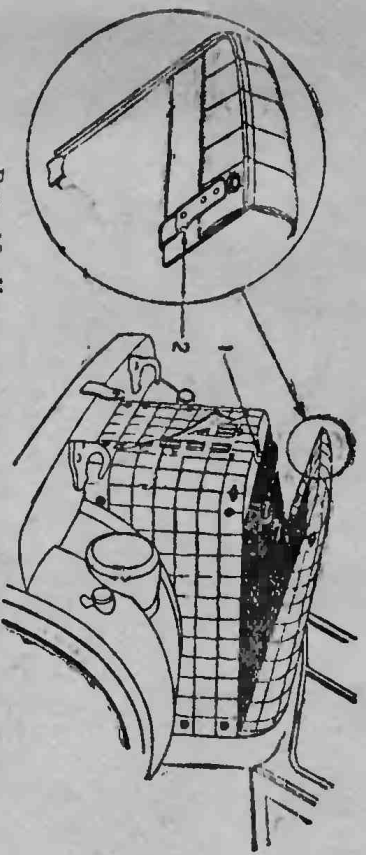

Рис. 10. Крепление теплого чехла капота. 1—штырь чехота, 2—скоба крепления верхней части чехла.
**Теплый чехол** укрепляется на капоте, как показано на рис. 10. Теплый капот следует одевать осенью, при похолодании, а снимать только весной. Верхнюю часть чехла следует крепить шпопалом или на болтыках к отбуксованной части капота, просверлив соответствующие отверстия.